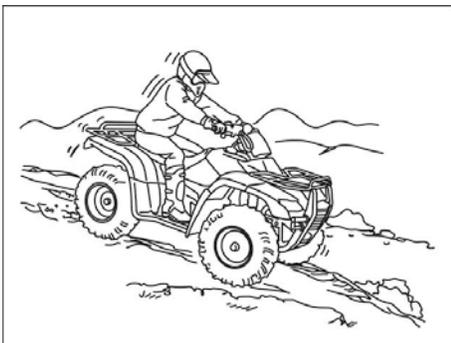

Рисунок 4.7.
6. Перенесите центр тяжести в сторону вершины склона, отклоняясь назад (см. рис. 4.7.).